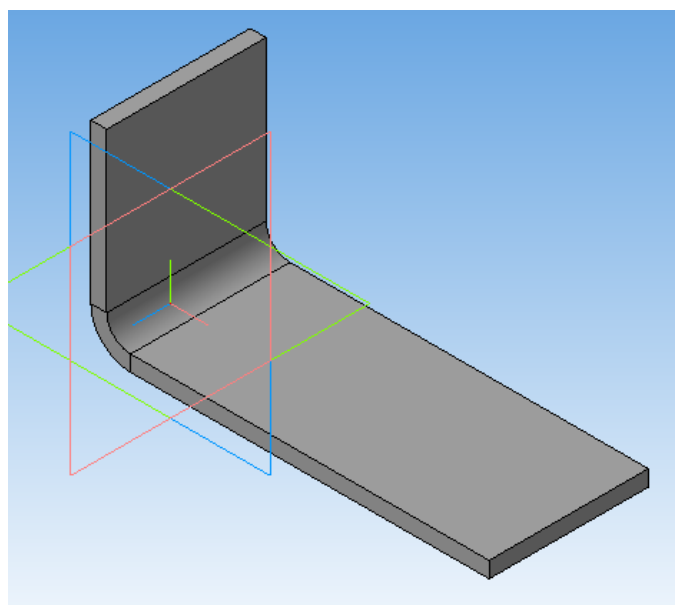

Рисунок 31.
5. Нажать «Создать объект» , системой будет построено листовое тело (рисунок 31).